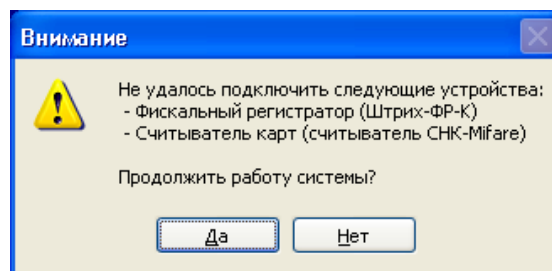

Рисунок 5.1 – предупреждение о недоступных устройствах при старте системы
3. Если при загрузке системы возникнут проблемы подключения устройств, на экране появится окно с предупреждением (рисунок 5.1). О возникших проблемах необходимо сообщить обслуживающему персоналу.